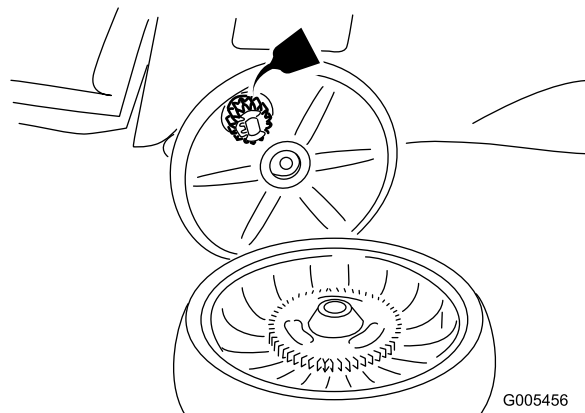

Figura 33
2. Aplique aceite lubricante al interior y al exterior de los engranajes (ver Figura 33).